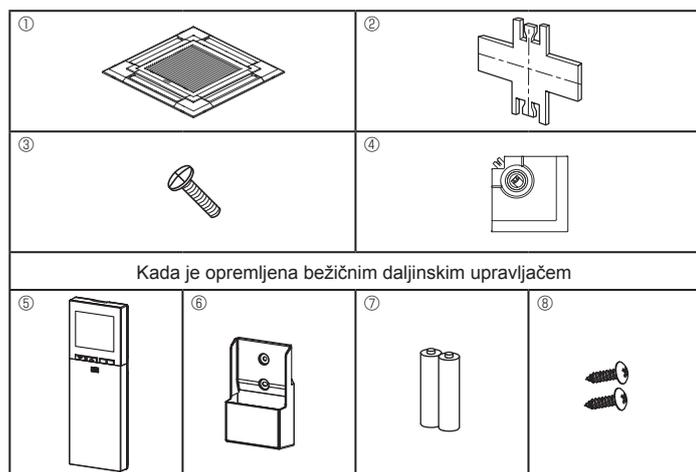

Fig. 9-1
9.1. Provjera sadržaja (Fig. 9-1)